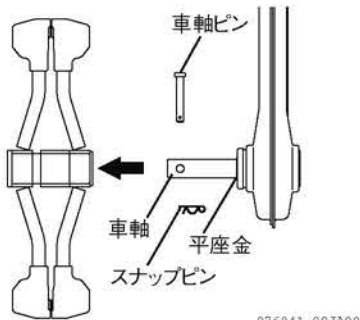

図 3-12
1. 車輪のスナップピンを外し、車軸ピンを外します。(図 3-12)
2. ゴムラグ車輪を車軸パイプごと外します。その際、車軸にある平座金は外さないようにします。(図 3-12)